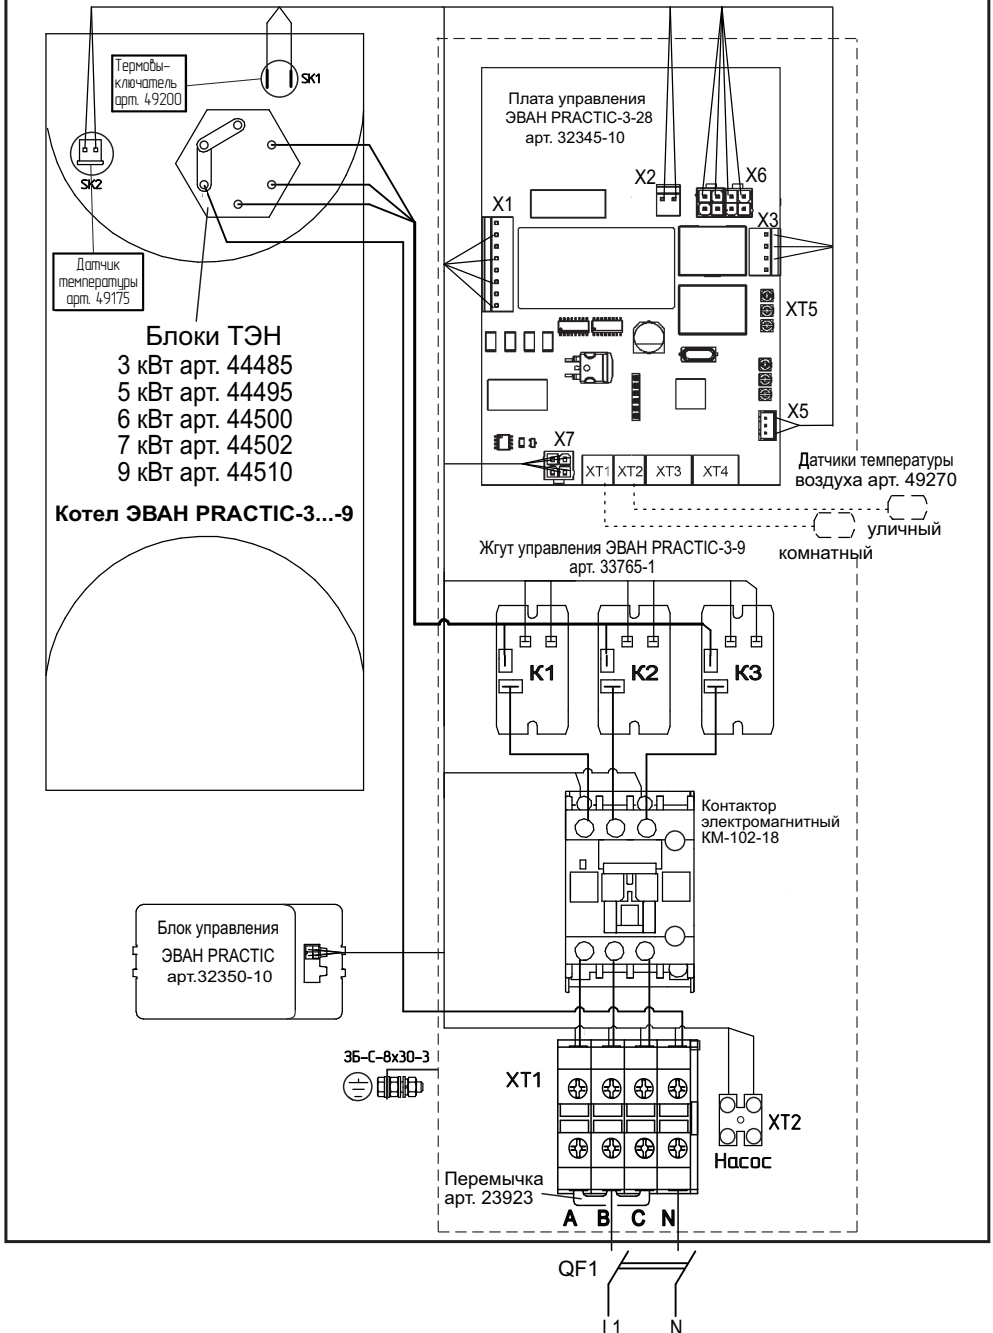

Рисунок 18. Схема подключения ЭВАН PRACTIC-3...-9 к сети 220В.
6.1.10 Подключение прибора к электрической сети производится в соответствии с рис. 18 - 23 только через внешний автоматический выключатель QF1, с номинальным током (In) указанным в таблице 2. Ввод кабеля в приборы ЭВАН PRACTIC -3 ... -28, ЭВАН PRACTIC -3P ... -28P осуществлять через гермоввод (сальник), прилагаемый в комплекте.
6.1.12 Подключение силового кабеля, шнура питания циркуляционного насоса, шнура датчиков температуры воздуха и прочих устройств производится согласно ПУЭ и ППБ в соответствии с рис. 18 - 23.